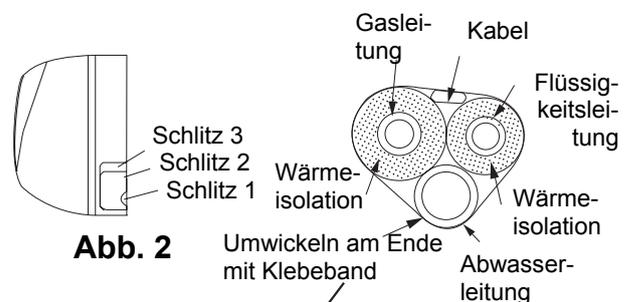

Abb. 2
1. Wenn die Rohrleitungen und die Kabel von linker oder rechter Seite des Innengerätes geführt werden, trennen Sie nach Bedarf die Abdeckungen der Löcher für die Rohrleitungen heraus (siehe Abb. 2).